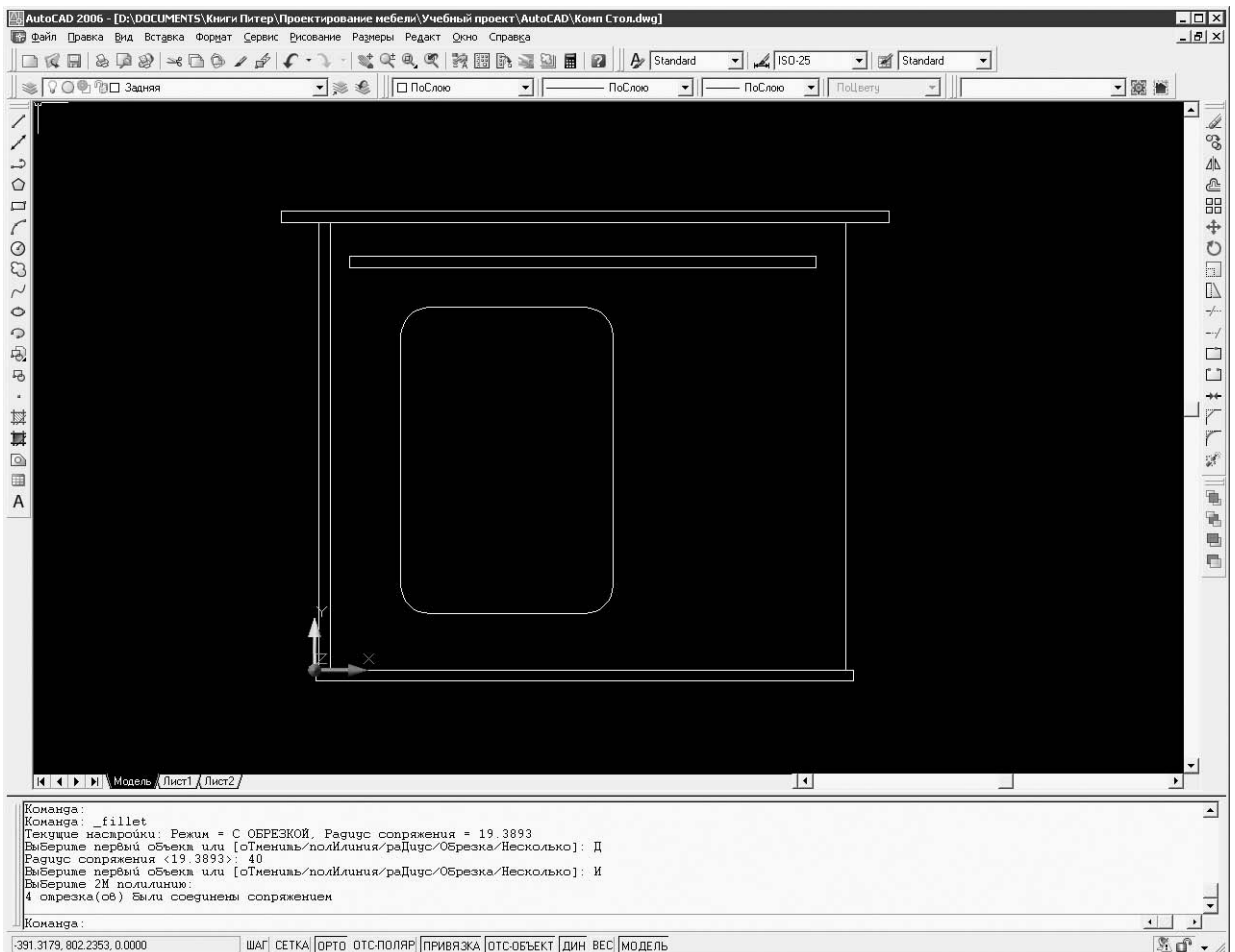

Рис. 5.5
11. Выполнить команду Редакт ▶ Редактирование тел ▶ Вычитание, щелкнуть кнопкой мыши на задней панели стола, нажать клавишу Enter, щелкнуть кнопкой мыши на созданном теле и снова нажать клавишу Enter — тело исчезнет, а в детали на месте пересечения появится вырез (рис. 5.5).